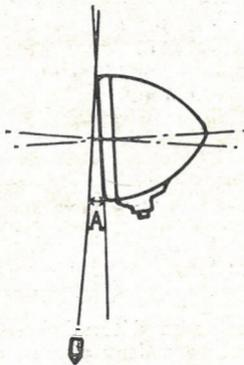

Fig. 41.
**1er système :** Donner à la face avant de chaque phare une inclinaison égale à la distance « A » de la figure 41, soit 7 mm., par rapport à la verticale vers l'avant, en se servant d'un fil à plomb.